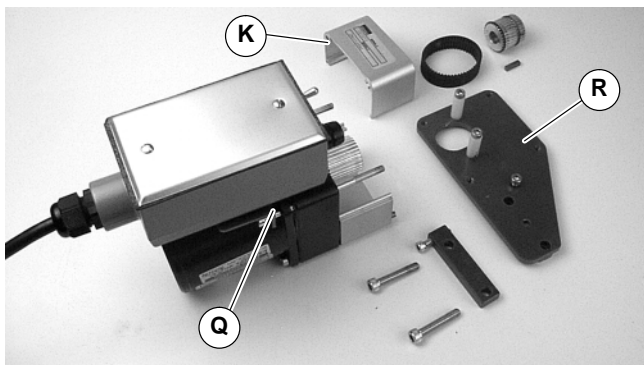

Abbildung 4
- Vier (4) Schrauben (Q auf Abbildung 4) entfernen. Installationsträger abmontieren (R).